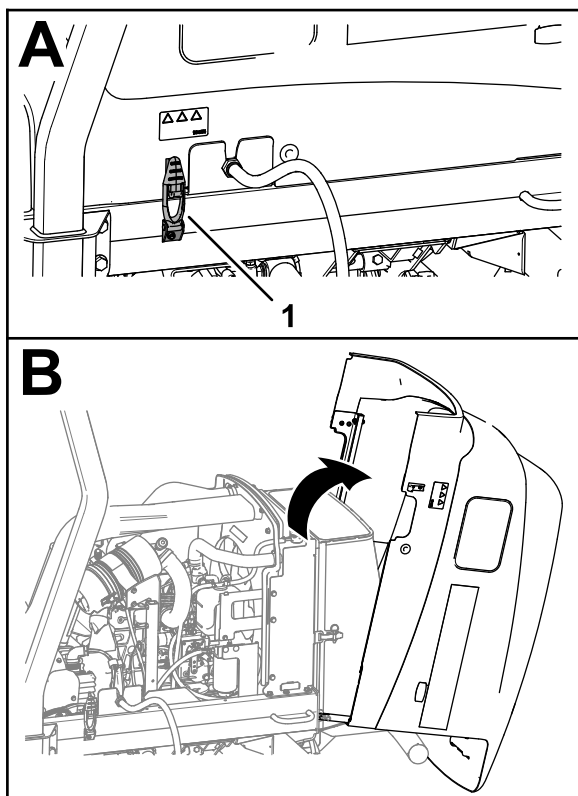

Figura 59
1. Desenganche los 2 cierres del capó (Figura 59).